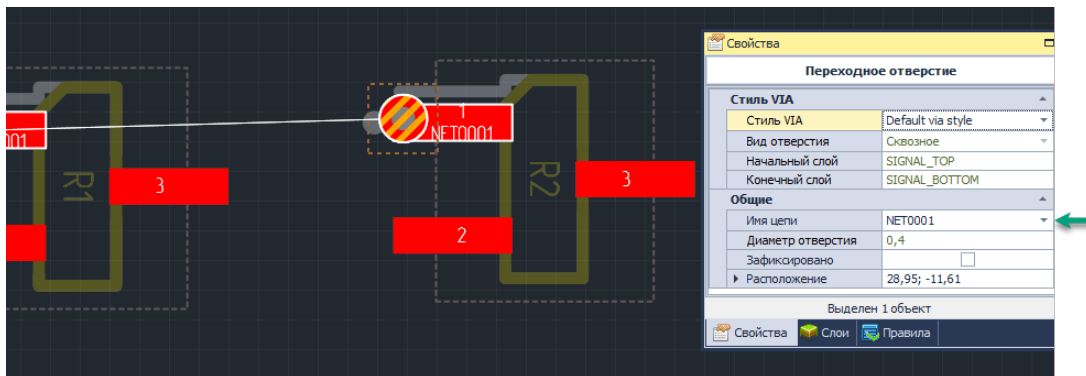

Рис. 154 Размещение ПО на КП без начала трассировки
- Размещение ПО на КП. Не начиная трассировку, размещаем ПО с помощью инструмента «Разместить переходное отверстие». При таком размещении ПО входит в состав цепи, к которой относится контактная площадка, см. Рис. 154.